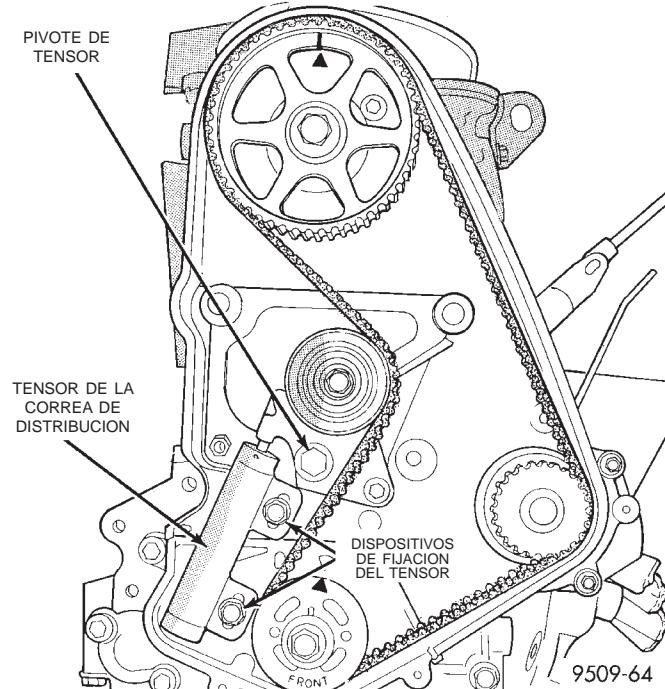

Fig. 46 Desmontaje de la correa de distribución
(9) Afloje los dispositivos de fijación del tensor de la correa de distribución (Fig. 46) y retire la correa de distribución y el tensor.